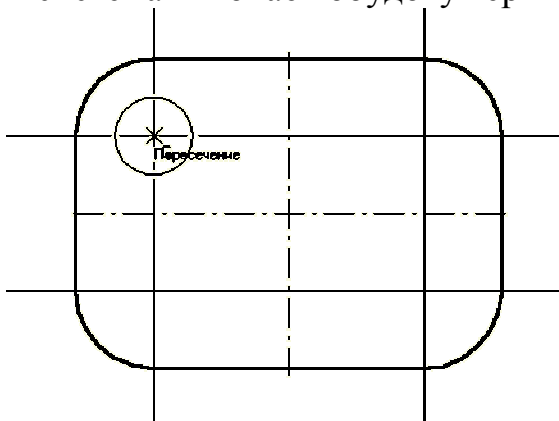

Рис. 1.14.
15. Включіть кнопку **Введення кола**  і побудуйте ліве верхнє коло радіусом 10 мм з осями симетрії  (рис. 1.14.).